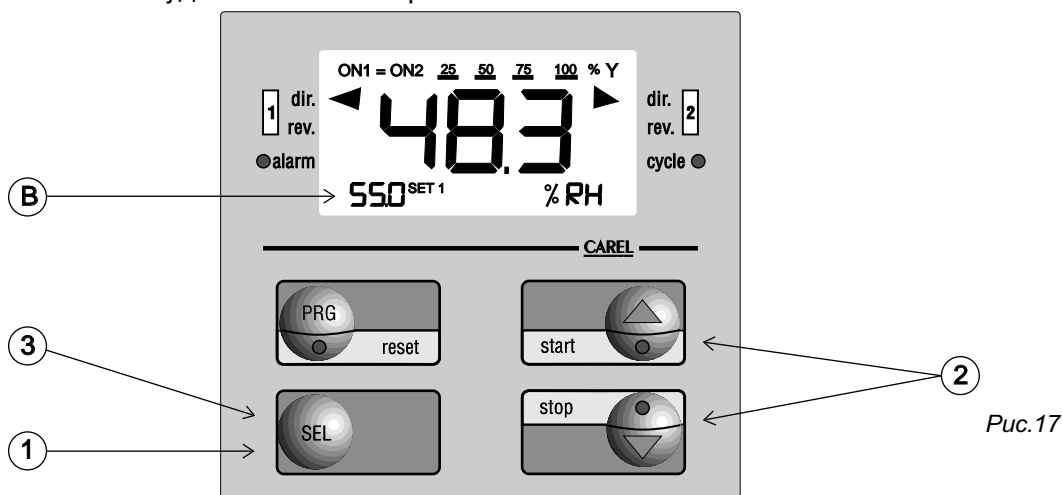

Рис.17
1. Нажмите клавишу **SEL** на лицевой панели контроллера и удерживайте ее отжатой в течение 1 сек. После этого отображаемое значение уставки влажности (область дисплея В на рис.17)) начнет высвечиваться в мигающем режиме, что означает возможность модификации параметра.
2. Установите требуемое значение, используя клавиши   (поз. 2 на рис. 17).